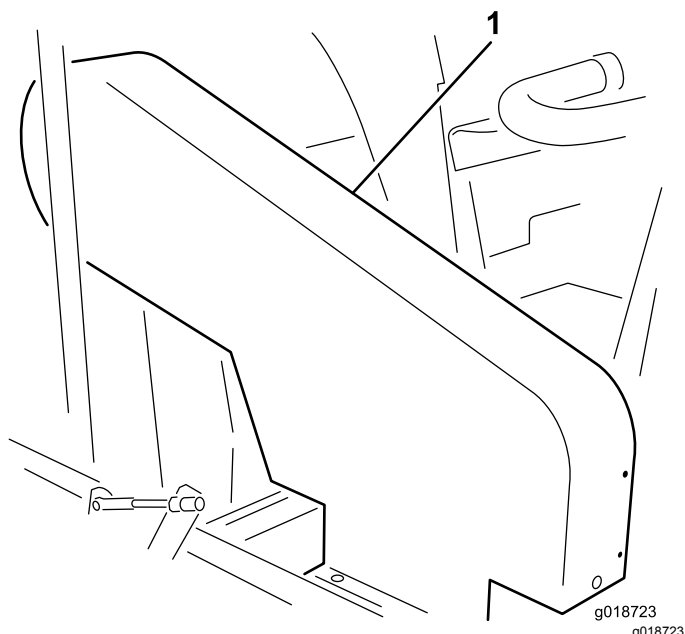

Figura 19
**Nota:** No es necesario retirar el protector de la correa superior (Figura 19) para comprobar la tensión de la correa. Si retira el protector de la correa, retire los 4 pernos, las arandelas y las tuercas que sujetan el protector al chasis. No utilice la máquina sin los protectores instalados.
Compruebe la tensión presionando la correa en el punto intermedio entre las poleas del embrague y el impulsor con una fuerza de entre 18 y 22 N. La correa debe desviarse 1,3 cm. Si la desviación no es correcta, consulte Ajuste de la correa de transmisión del impulsor \(página 26\). Si la desviación es correcta, continúe con el funcionamiento normal (Figura 19).
Compruebe la tensión presionando la correa en el punto intermedio entre las poleas del embrague y el eje secundario con una fuerza de entre 18 y 22 N. La correa debe desviarse 6 mm. Si la desviación no es correcta, consulte Ajuste de la correa del eje secundario \(página 26\). Si la desviación es correcta, continúe con el funcionamiento normal (Figura 19).
1. Retire los 4 pernos, las arandelas y las tuercas que sujetan la cubierta superior al chasis (Figura 19).